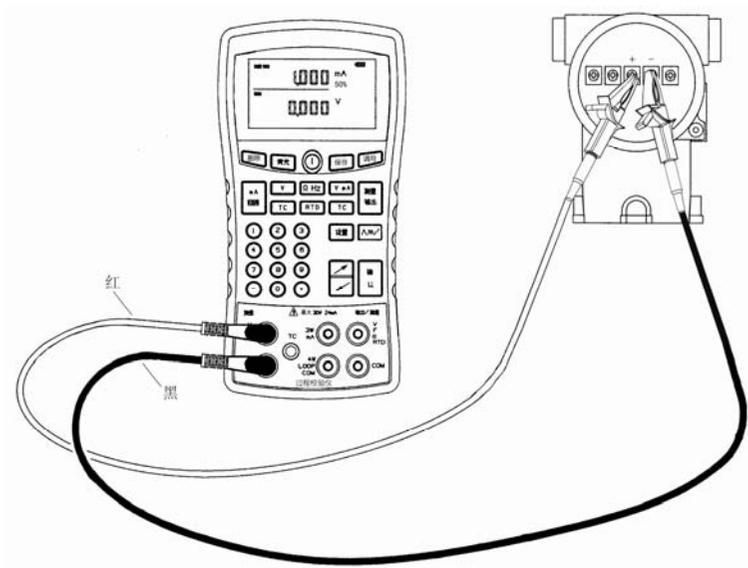

图 8 利用回路电源测量电流
- (1) 按  直至屏幕显示“测量回路”。
- (2) 如图 8，将测试表笔接到电流回路插孔。
- (3) 当校验仪处于电流回路模式内部的 24V 电源会打开。
- (4) 屏幕上方将显示测量的回路电流值及其在(4~20)mA 中所占百分比。